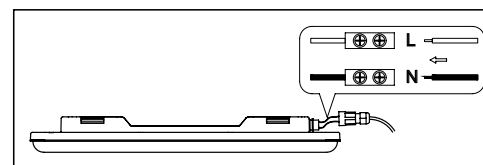

Рис. 3
- Открутите внешнюю часть быстросъемного разъема и пропустите через него кабель электропитания осветительного прибора (рис. 3).
- Подключите кабель электропитания с помощью клеммной колодки в соответствии со схемой на рис. 3.